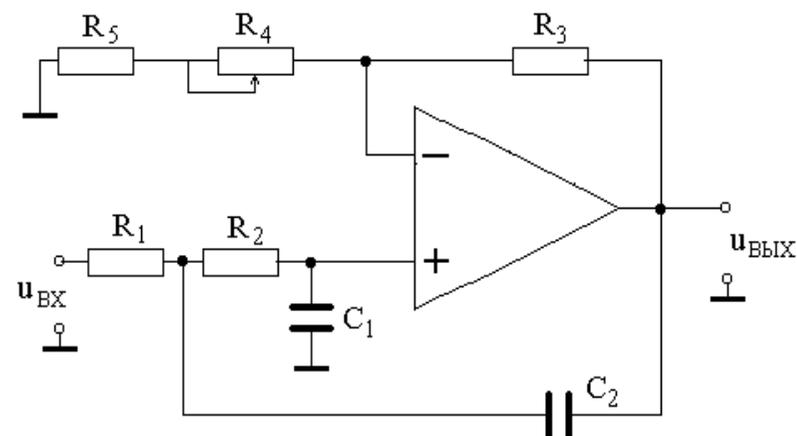

Рис. 47.
2. К входу и выходу фильтра (рис. 47) подключите левый и правый каналы электронного осциллографа соответственно. На вход подайте напряжение с амплитудой 0,5-1 В и частотой 28 кГц от генератора гармонических сигналов.
В качестве факультативного задания проведите имитационное моделирование исследуемого фильтра (рис. 47) с помощью, например, пакета программ MicroCAP. Сравните результаты моделирования и экспериментальных исследований.